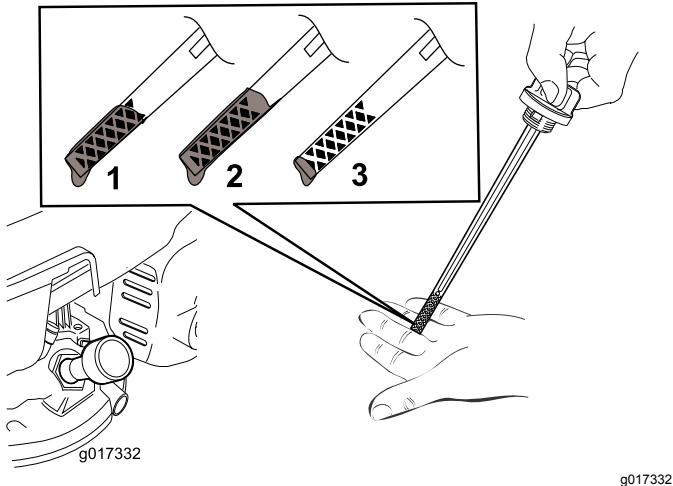

图6
2. 拆下量油尺 (图6)。
**注意** 向发动机曲轴箱添加机油直到量油尺显示机油油位达到 图6 中所示的正确位置。如果发动机加注机油过多则需要按照 更换机油 \(页码 12\) 的说明去除多余机油。